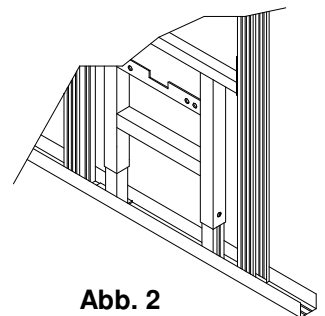

Abb. 2
- Die seitlichen C-Profile an die Laschen des Tragrahmens schieben, lotrecht ausrichten und mittels beigepackter Bohrschrauben den Tragrahmen mit den CW-Profilen verschrauben (4 Stück je Seite). Dabei ist unbedingt zu beachten, dass die Auflageflächen des Tragständers bündig mit der Vorderkante des C-Profils abschließen (Abb. 2), damit eine feste Auflage mit der Innenseite der späteren Beplankung erreicht wird.